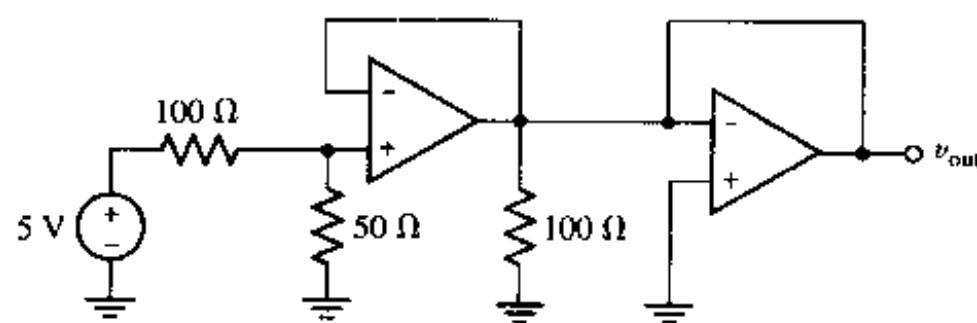

图 6.42
26. 如图 6.42 所示的二级运放电路,计算 v_{out} 。